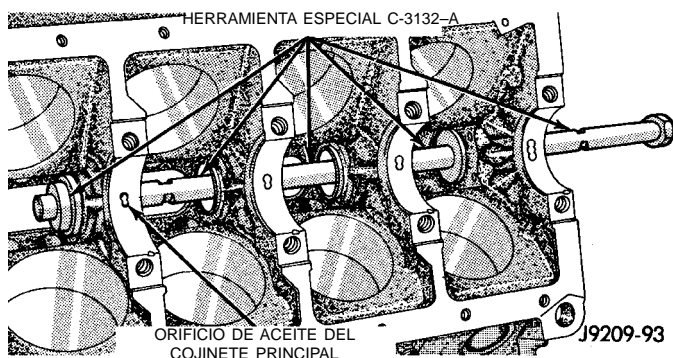

Fig. 31 Desmontaje e instalación de cojinetes del árbol de levas con la herramienta C-3132-A
(1) Con el motor totalmente desmontado, retire el tapón del orificio del núcleo del cojinete de levas trasero.
(2) Instale los adaptadores de tamaño adecuado y las arandelas en herradura (parte de la Herramienta de desmontaje/instalación de cojinetes del árbol de levas C-3132-A) en la parte trasera de cada casco de cojinete. Extraiga los cascos de cojinete (Fig. 31).